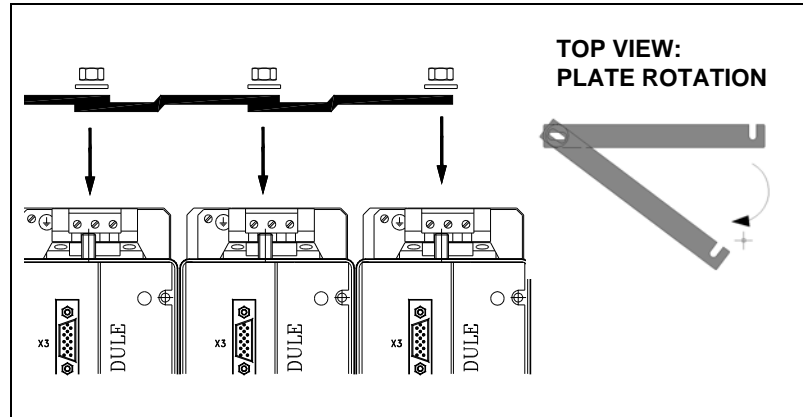

FIGURA H7-11
- C. Girar la pletina del regulador afectado y del que está situado a su izquierda Véase **FIGURA H7-11**.